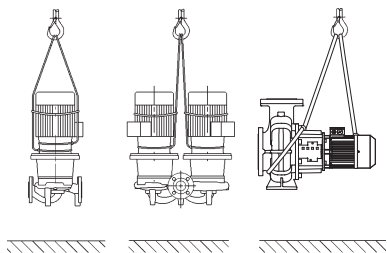

Fig. 6: Transportul pompei
- Inelele de transport de la motor servesc doar la ghidare în momentul prinderii sarcinii (Fig. 6).